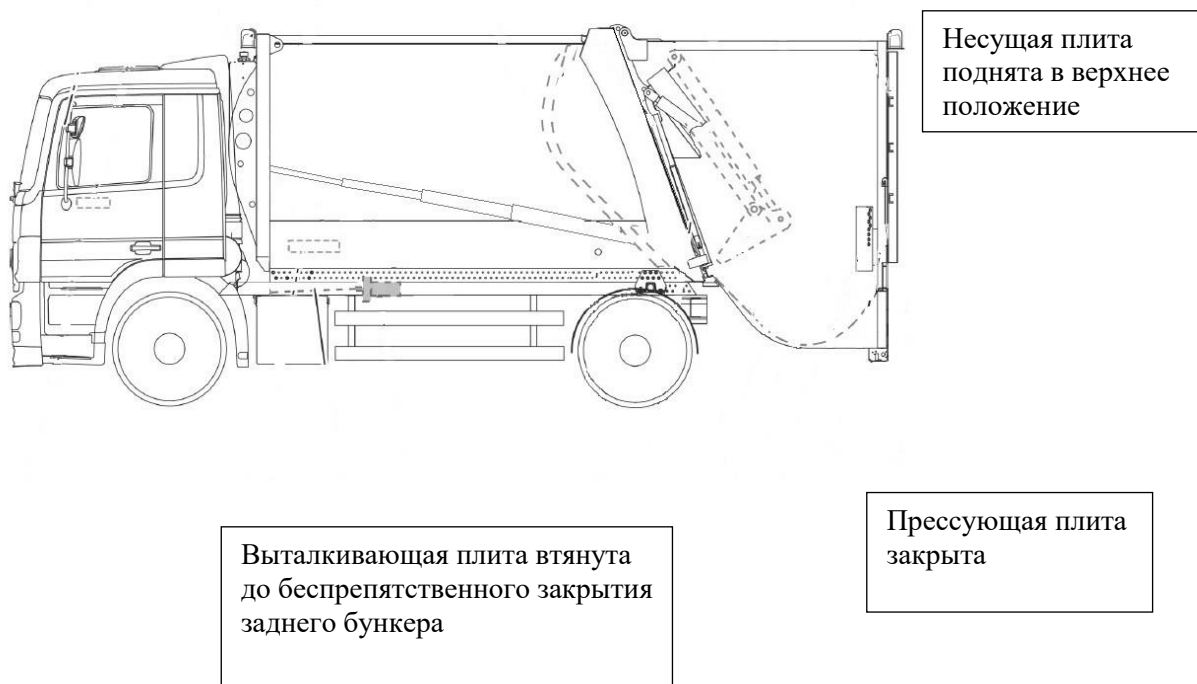

Рисунок 4 Исходное положение прессующего механизма и выталкивающей плиты перед началом загрузки
Выталкивающая и прессующая плиты должны находиться в исходном положении (рисунок 4), опрокидыватель поднят вверх до отказа. Уровень масла в маслобаке должен
- произвести 5 циклов: подъем борта - выдвижение выталкивающей плиты - возврат ее в исходное положение (рисунок 4) - опускание борта, 5 подъемов - опусканий опрокидывателя, и 20 циклов прессования (≈ 10 мин работы в автоматическом режиме);